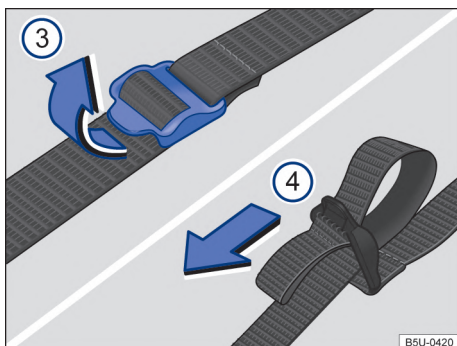

Fig. 161 Cintas de fijación de la bolsa de herramientas de a bordo.
- Tirar de las hebillas de la cinta de fijación en el sentido de la flecha → **fig. 161** ③.
- Tirar firmemente de las cintas ① por las alzas en el sentido de la flecha → **fig. 161** ④ para fijar la bolsa de herramientas de a bordo.